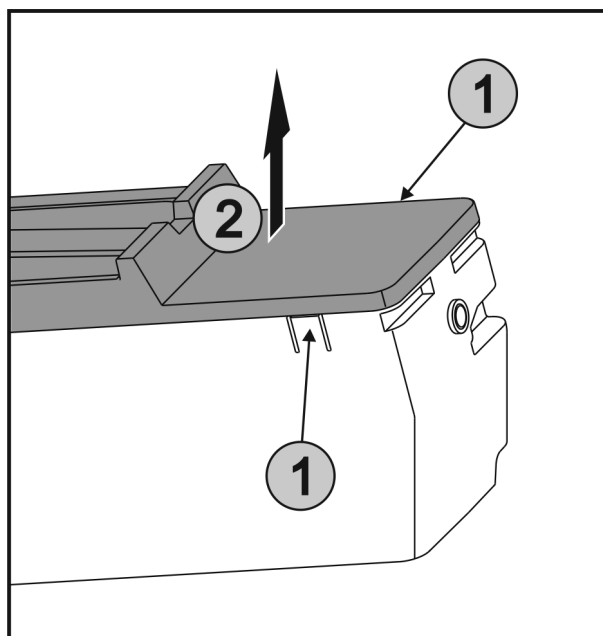

Fig. 39
- Laschen *Fig. 39 (1)* an den beiden Seiten von EasyTwist-Ice gleichzeitig drücken und die Abdeckung *Fig. 39 (2)* nach oben entnehmen.